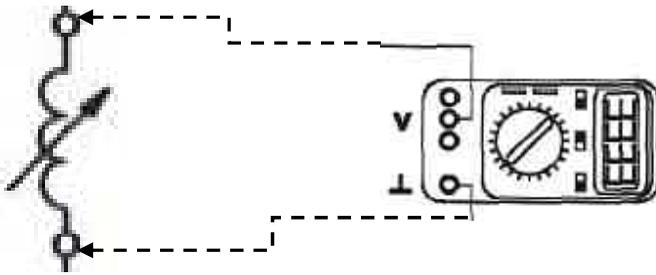

Рис. 2.1. Электрическая схема соединений для измерения сопротивления индуктивности постоянному току
1. Измерить сопротивление катушки индуктивности постоянному току. Для этого подключить мультиметр в режиме омметра согласно рис. 2.1. Измерить величину индуктивности R_C . Результаты записать в табл. 2.1.